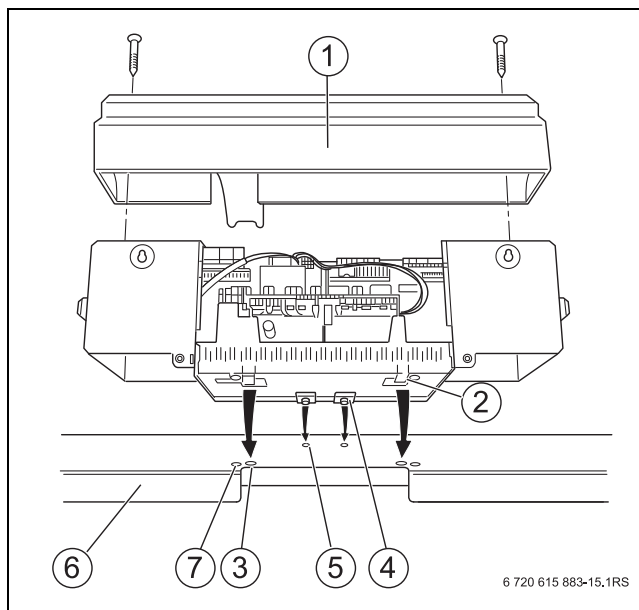

Fig. 32 Montage du régulateur
La fig. 32, page 28 représente la vue arrière du régulateur et du capot avant [1].
- Fixer le couvercle de l'appareil de régulation à l'aide des vis (→ fig. 32, page 28).